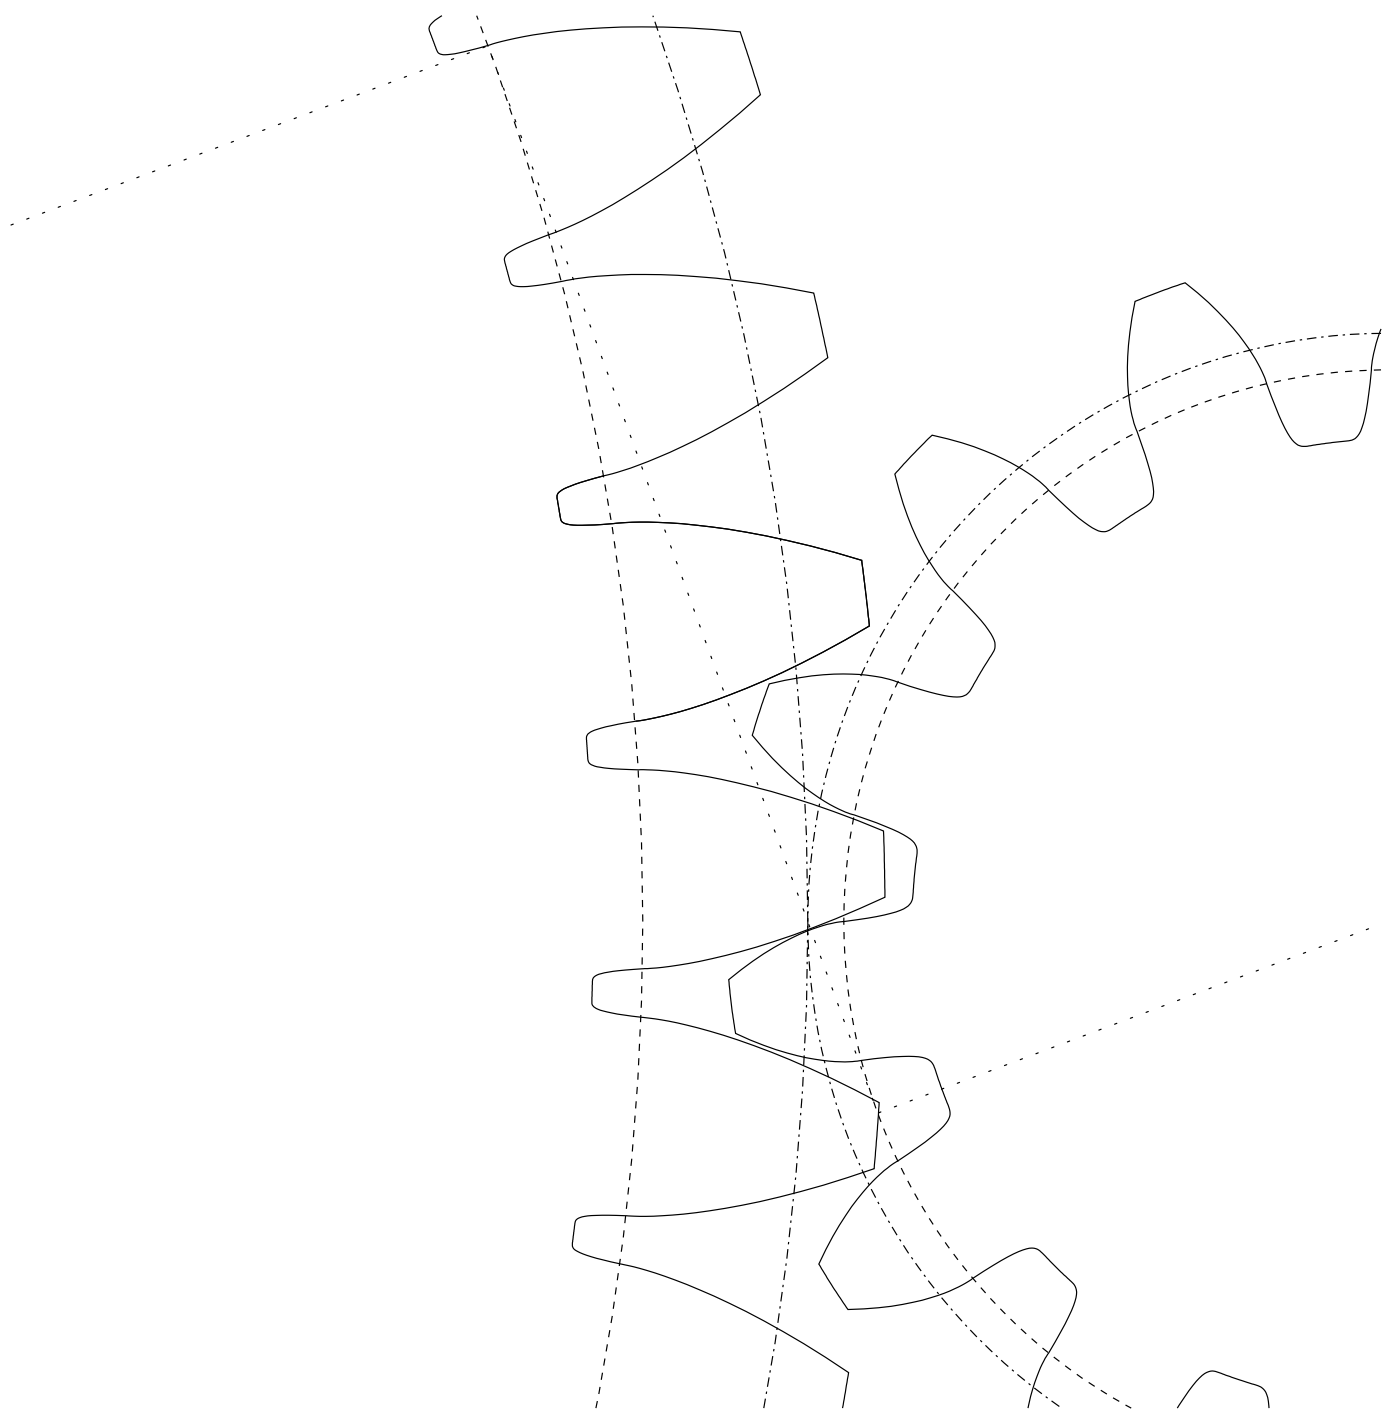

FIG. 5 – Figure à compléter et à rendre.
8) La FIG. 5 représente le zoom d'un engrenage. Sur cette figure, vous visualisez, entre autres, les cercles de base et primitifs de chaque roue, la ligne d'action tangente aux cercles de base et 2 droites perpendiculaires à la ligne d'action passant par les centres des roues.
Sur la FIG. 5 qui sera rendue :